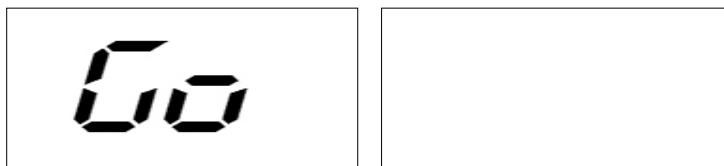

Abbildung F5.5 Meldung "Umdrehung starten"
- 4) Drücken Sie die Taste [P4]  , um die Informationen wie in Abbildung F5.5 gezeigt anzuzeigen.